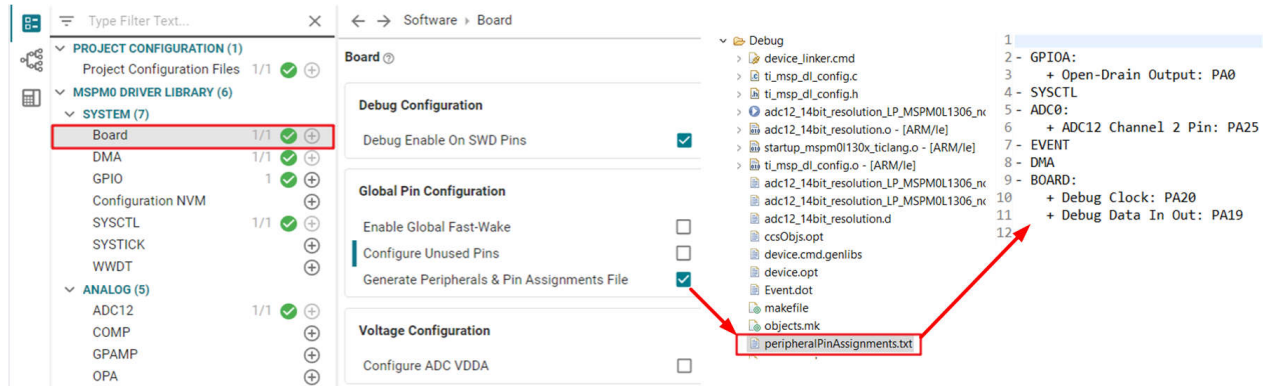

图 3-13. 电路板视图
- **Generate Peripherals and Pin Assignments File** : 如图 3-13 所示，启用后，在 **Debug** 文件夹中生成外设和引脚分配文件。